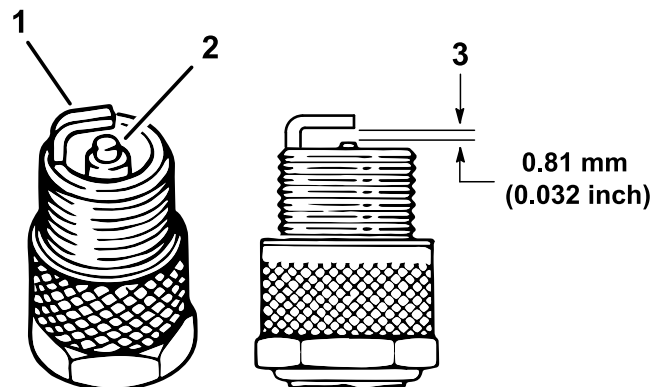

Figura 37
4. Verifique o estado dos elétrodos lateral e central, bem como do isolante do eléctrodo central, certificando-se de que não se encontram danificados (Figura 37).
5. Ajuste a folga existente entre a zona central e lateral do eléctrodo para 0,81 mm, como se mostra na Figura 37.